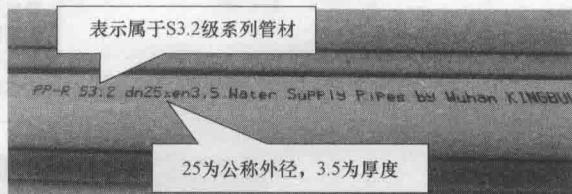

图 1-12 S3.2 系列 PPR 管
① 看外观。选择 PPR 管时，首先选择色泽基本均匀一致，内外壁光滑、平整，无气泡、凹陷、杂质等影响表面性能缺陷的给水管。PPR 管的颜色主要有白色、灰色、绿色和咖喱色等几种。
② 看参数。一般常用的 PPR 管规格包括 S5、S4、S3.2、S2.5、S2 等几个系列。其中，S5 系列的承压等级为 1.25MPa (12.5kg)；S4 系列的承压等级为 1.6MPa (16kg)；S3.2 系列的承压等级为 2.0MPa (20kg) (图 1-12)；S2.5 系列的承压等级为 2.5MPa (25kg)；S2 系列的承压等级为 3.2MPa (32kg)。通常 S5、S4 系列用作冷水管，其他用作热水管。